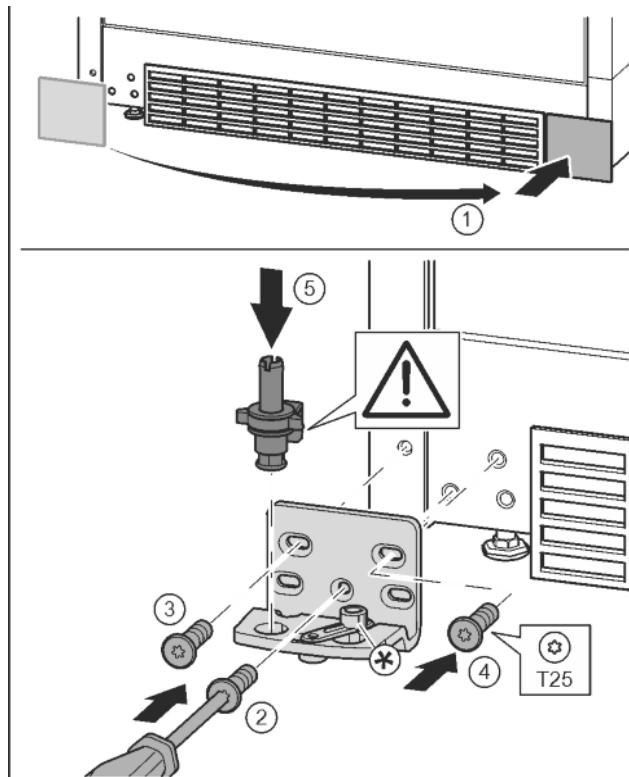

Fig. 13
- Зніміть кришку та встановіть її з іншого боку. Fig. 13 (1)
- Встановіть опорний кронштейн з іншого боку і закріпіть гвинтами за допомогою викрутки T25. Почніть із гвинта 2 знизу посередині. Fig. 13 (2)
- Закрутіть гвинти 3 та 4. Fig. 13 (3, 4)
- Вставте цілком опорний гвинт. При цьому виступ фіксатора повинен бути спрямований назад. Fig. 13 (5)